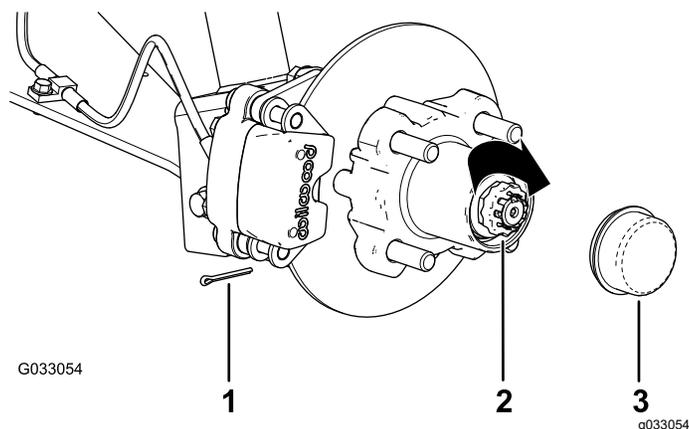

図 32
8. ナットの上からリテーナを取り付け、リテーナのスロットとスピンドルのスロットが整列しているかどうか確かめる 図 32。
9. コッターピンを取り付け、ピンの足をリテーナに巻き付けるように曲げる 図 32。
10. ハブにダストキャップを取り付ける 図 32。